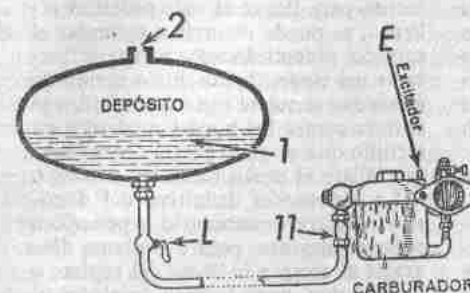

Fig. 167.—Localización de averías en la carburación.
3. El agujero de respiro 2 del depósito (fig. 167) está obstruido.—El tapón de llenado del depósito (o el depósito en otro sitio) debe tener un pequeño orificio por donde entre aire a medida que se gasta la gasolina. Si se obstruye, ésta no saldrá. **Importante:** En caso de pérdida del tapón, debe ponerse otro igualmente roscado. Jamás un tapón de corcho o de trapos, porque fácilmente se cae (y más en un accidente), con el grave peligro de un violento incendio y explosión.